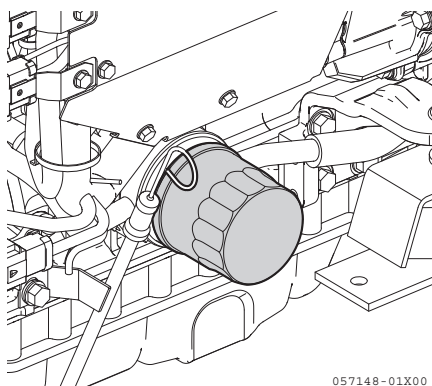

Abbildung 2
- Den Motorölfilter (**Abbildung 2**) mit einem Ölfilterschlüssel entfernen (entgegen dem Uhrzeigersinn drehen).